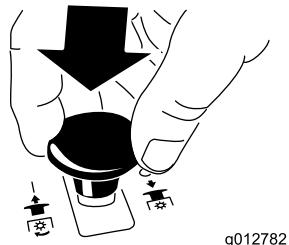

図 10
- ブレード制御スイッチPTOを押し込んでOFF位置にする図10。